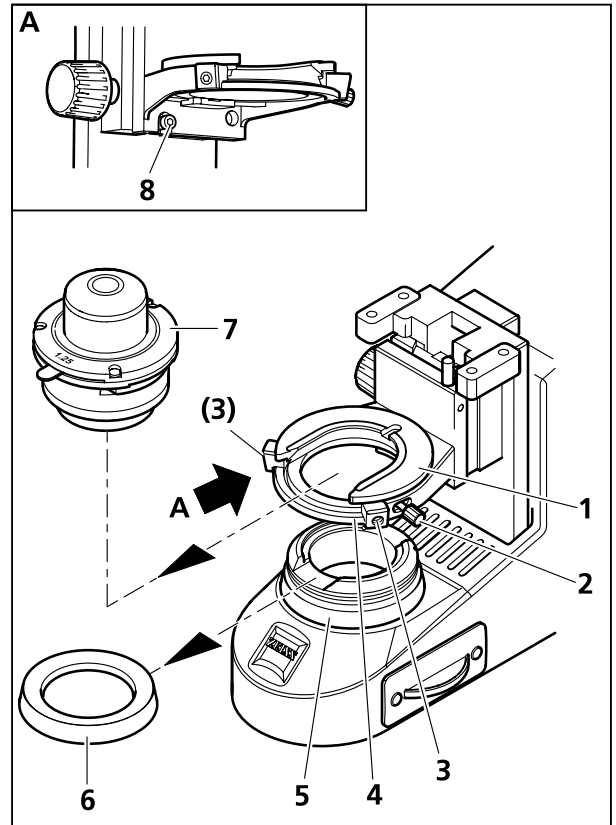
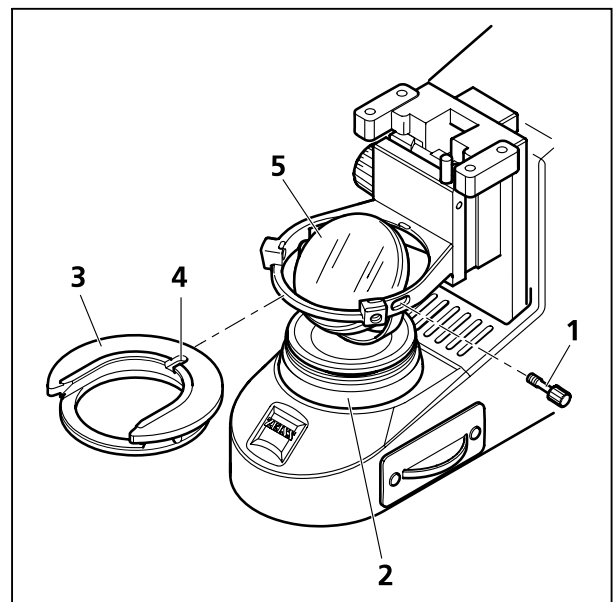
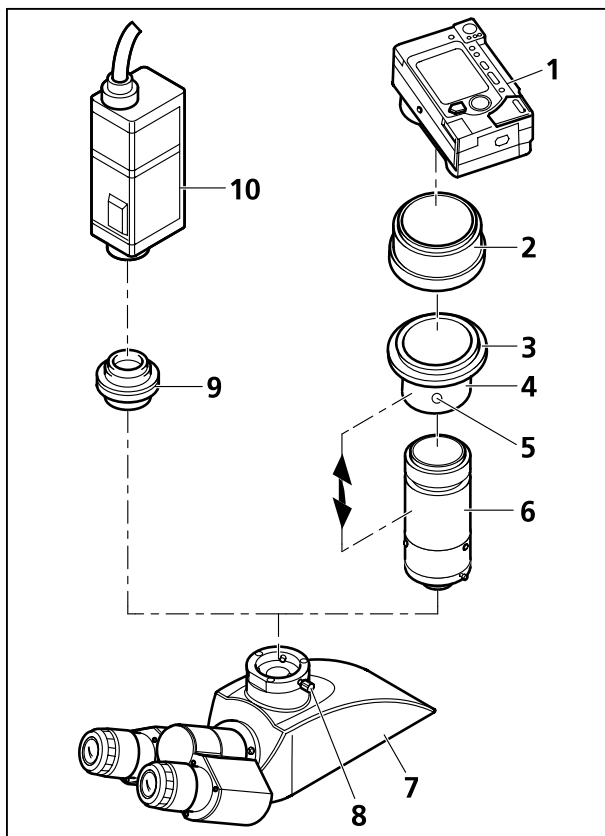

图 30 拆卸和安装聚光器
图 31 装卸反光镜
图 32 安装照相机
- 把盖罩(图 30/6)从视场光栏(图 30/5)上旋拧下来。
- 松开聚光器的固定螺钉(图 30/8)，并通过高度调节滚花螺丝，使聚光器托架下降至最低位置。
- 用内六角扳手松开聚光镜的固定螺钉(图 30/2)与聚光器托架(图 30/4)的调节螺丝(图 30/3)，致使聚光器(图 30/7)可被向前抽出。然后取出聚光器(图 30/7)。
- 把固定螺丝(图 30/2 或图 31/1)从聚光镜托架嵌件(图 30/1 或图 31/3)拧出来。
- 将聚光镜托架嵌件向后抵顶弹簧，并斜向上从聚光镜托架中(图 30/4)取出。
- 把反方光镜(图 31/5)从上通过聚光镜托架口插入到视场光栏的保护套内缘孔(图 31/2)。注意反光镜要水平放置。
- 根据需要先安装显像管 (图 32/7) (请参见章节 3.5.1)。
- 松开固定钉 (图 32/8), 把防尘盖从显像管上取下。
- 滑动安装座(图 32/4), 螺纹接筒圈 M37/52 (图 32/3) 及透镜安装座(图 32/6)在交货时, 已经安装好作为数码相机接筒 P95 M37/52x0.75。右图表示其拆开后的零部件。另外, 如果将滑动安装座 (图 32/4)上的螺纹接筒圈 M37/52 (图 32/3)旋拧下来(此处未图示), 也可以安装 M37 相机。
- 将接筒圈 (图 32/2) (属于相机标准配置) 装在相机 (图 32/1) 上(请见相机使用说明书)。
- 将包含滑动安装座 (图 32/4), 螺纹接筒圈 M37/52 (图 32/3) 和透镜安装座 (图 30/6)的组件, 旋入接筒圈 (图 32/2)。
- 将相机适配器插入显像管直至止挡位置, 调整定位并用固定螺钉 (图 32/8) 固紧。
- 根据显微镜配置和所用照相机的不同, 照相机物镜和透镜安装座 (图 32/6) 之间的距离可能需要设置到最佳状态 (请参看双箭头)。特别是在照相机物镜的任何变焦位置上都不能获得清晰图像时, 更需要设置合适距离。请在照相机上做如下设置:
- 拧松无头螺丝(图 32/5)。
- 将照相机透镜从广角状态 (W) 变焦为长焦距状态 (T) 。
- 再拧紧无头螺丝(图 32/5)。
可通过照相机适配器 P95-C 2/3" 0.65x 或 P95-C 1/2" 0.5x(图 32/9)，将带有标准 C 形座螺纹孔的照相机连接到显微镜的显像管接头上。
- 将照相机(图 32/10)和相应的接筒(图 32/9)放到显微镜的照相接头上，并将其拧到底，经过定心后将固定螺丝(图 32/8)拧紧。